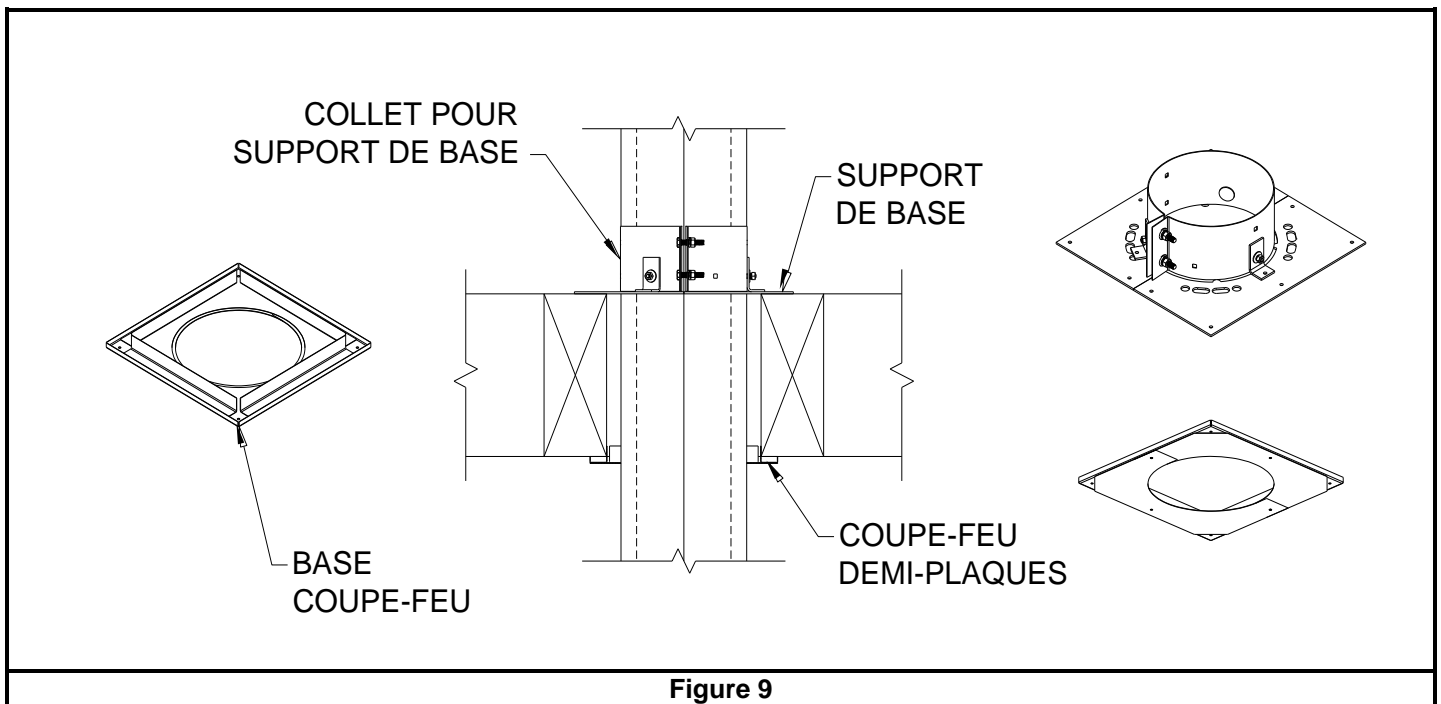

Figure 9
3. Depuis le dessous, installez une base coupe-feu dans chaque ouverture de plancher. Si un support de base est installé sur le plancher, il faut ajuster la hauteur du coupe-feu radiant pour compenser l'épaisseur du plancher. Le coupe-feu radiant est fourni en extension complète. Pour ajuster le coupe-feu radiant, glissez le tube supérieur à la hauteur désirée, puis vissez les deux sections ensemble avec les vis autotaraudeuses fournies (voir **Figure 9**).
5. Une fois que l'évent traverse une ouverture de plancher, vissez les deux demi-plaques (fournies avec le coupe-feu) par les trous préperforés sur la base coupe-feu radiant (voir **Figure 9**). Les demi-plaques scellent le vide autour de l'évent et du coupe-feu.